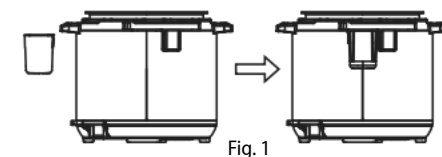

Fig. 1
2. Coloque el colector de condensado (6), Fig. 1.